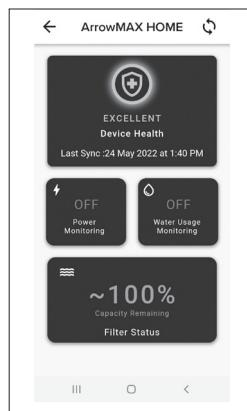

Figura 13: Datos y estadísticas
- c. Tras la activación del dispositivo, se mostrará la siguiente página de inicio con todos los datos y estadísticas del dispositivo. Esta es una página activa que se actualizará regularmente cuando el dispositivo esté conectado a su teléfono a través de WIFI o Bluetooth. (**VÉASE FIGURA 13.**)